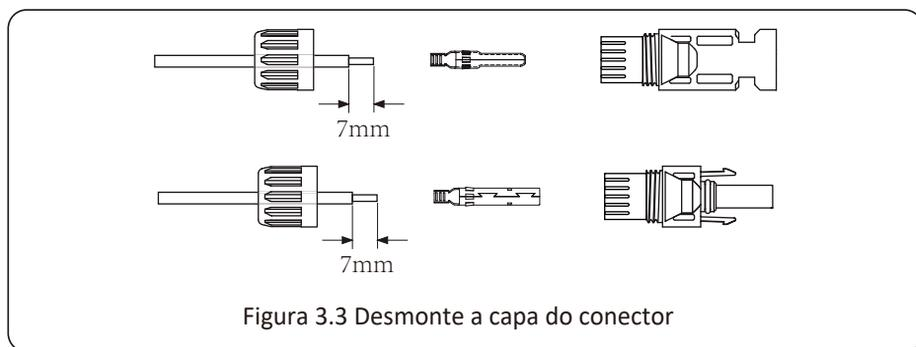

Figura 3.3 Desmonte a capa do conector
a) Desencape o fio DC cerca de 7 mm, desmonte a porca de capa do conector (ver figura 3.3).